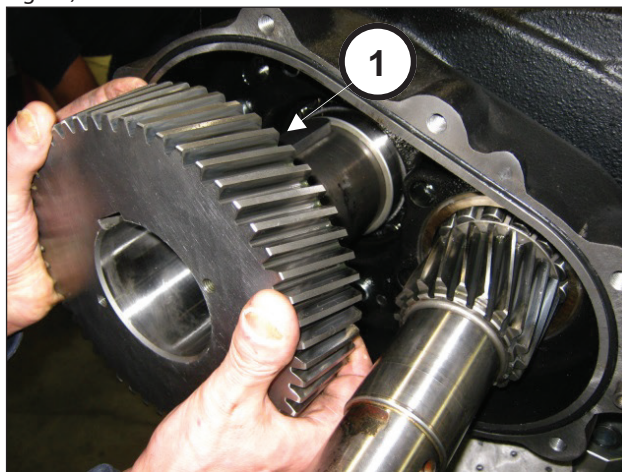
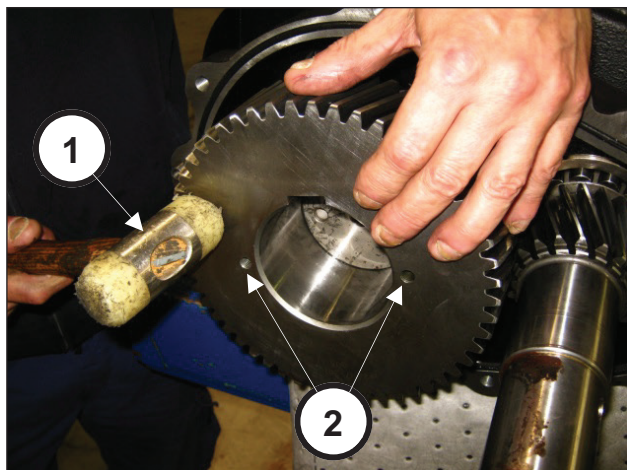

Fig. 66
Fig. 67
Inserire la corona sull'albero (pos. ①, Fig. 66) e portare a battuta mediante l'utilizzo di una massa battente (pos. ①, Fig. 67).
La corona deve essere montata assicurandosi che i due fori M8 (da utilizzarsi per l'estrazione) risultino rivolti verso l'esterno della pompa (pos. 2, Fig. 67).